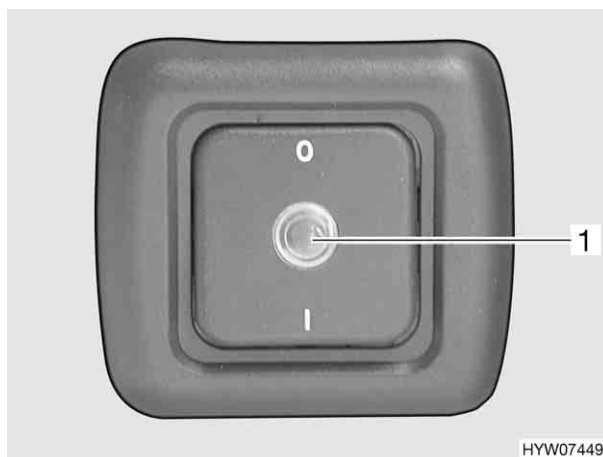

Fig. 89 Interruttore di comando per scaldacqua
Con l'interruttore di comando (Fig. 89,1) si inserisce la modalità di funzionamento elettrico. La luce spia rossa (Fig. 89,1) si accende.
- Spegner l'interruttore di comando (Fig. 89). La luce spia rossa (Fig. 89,1) non si accende.
- Inserire l'interruttore di comando (Fig. 89). La luce spia rossa (Fig. 89,1) si accende. L'acqua nello scaldacqua viene riscaldata a 65 °C.